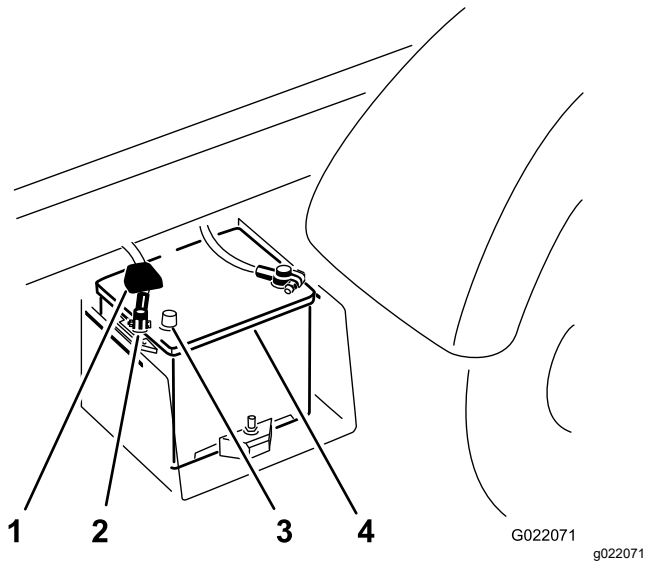

Figure 4
- C. Débranchez la cosse du câble positif de la borne de la batterie (Figure 4).